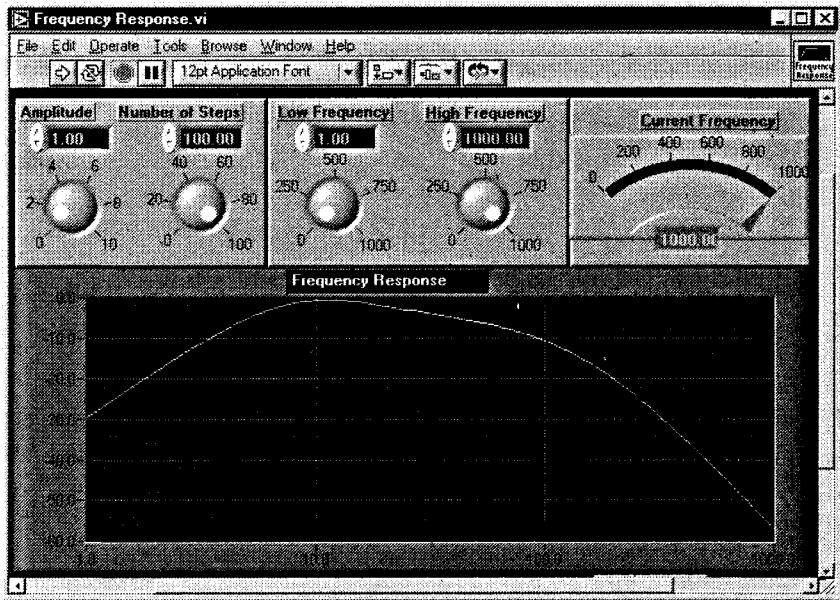

Рис. 1.11
2. Выберите каталог EVERYONE, а в нем – библиотеку CH1.LLB. Затем дважды щелкните по виртуальному прибору **Frequency Response.vi**. (Если у вас полная версия LabVIEW, этот пример находится в директории examples/apps/freqresp.11b.) Появится лицевая панель, изображенная на рис. 1.11.